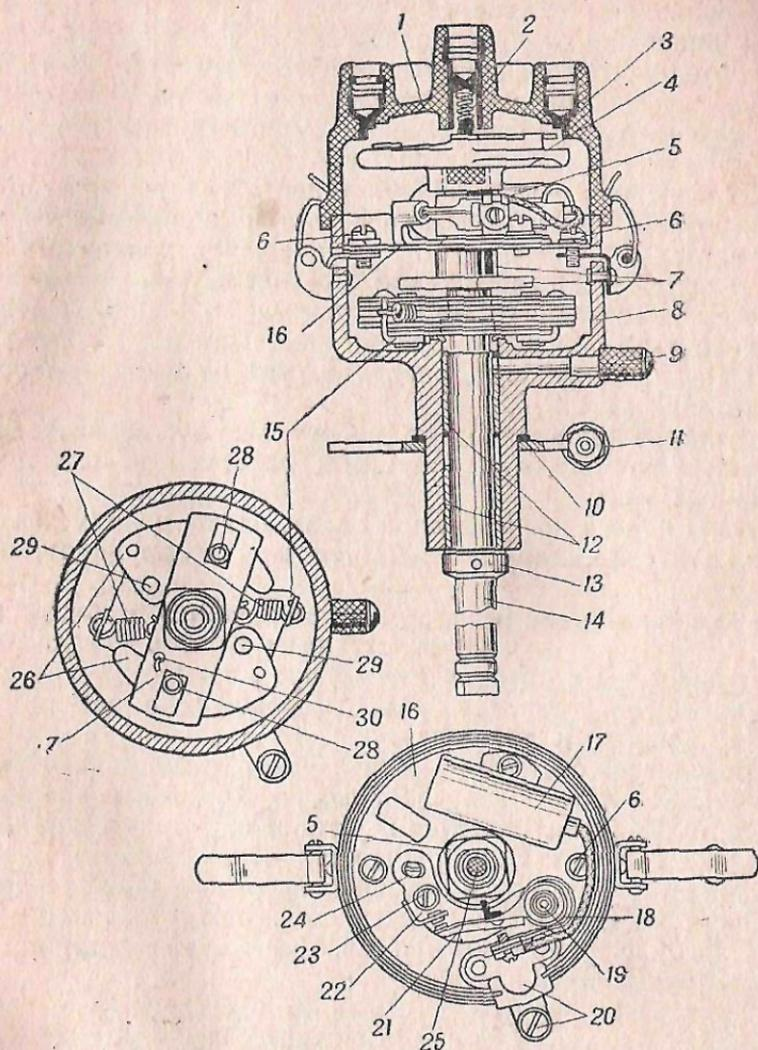

Рис. 42. Прерыватель-распределитель:
Прерыватель-распределитель (рис. 42) фирмы «Авто-Лайт», модели IGC-4705. Прерыватель-распределитель установлен с правой стороны блока цилиндров и приводится во вращение от валика масляного насоса.
4) если замеренный зазор не соответствует указанному значению, то необходимо ослабить винт 23 (рис. 42) крепления кронштейна неподвижного контакта и, вращая регулировочный эксцентрик 24, установить нормальный зазор;
3. Ослабить стяжной болт пластины 11 (рис. 42) и повернуть корпус прерывателя по часовой стрелке до начала размыкания контактов; после этого затянуть болт.
Через каждые 900 км пробега автомобиля смазывать втулки приводного вала и фетр под ротором маслом для двигателя, а ось молоточка прерывателя техническим вазелином. Для смазки втулок приводного валика служит масленка 9 (рис. 42).